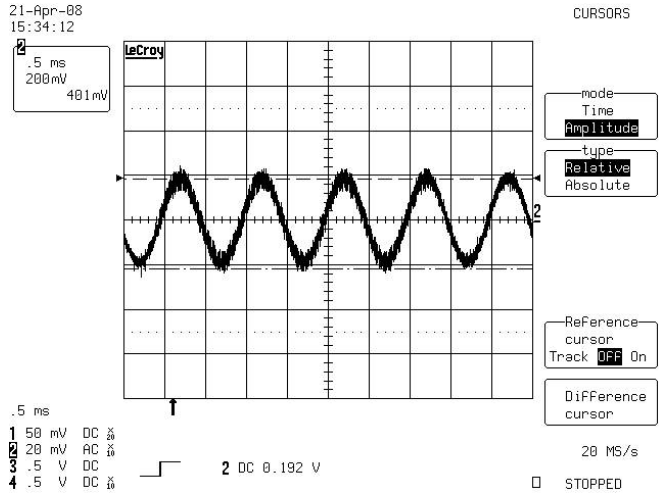

图 25 功放输入信号波形
4、频率为 1KHz 的伴音信号输出，运放 U802 输入端（CA153、CA139 处）波形（工厂 TV 白场信号下测试，以下伴音测试均如此）如图 25 所示。